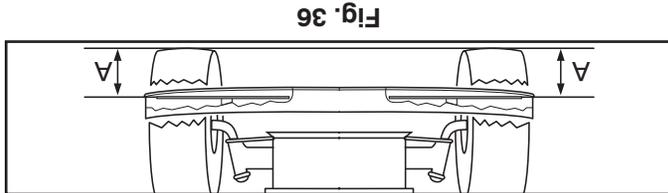

Fig. 36
- AJUSTEMENT LATÉRAL DE PRÉCISION (Voir la Fig. 36)